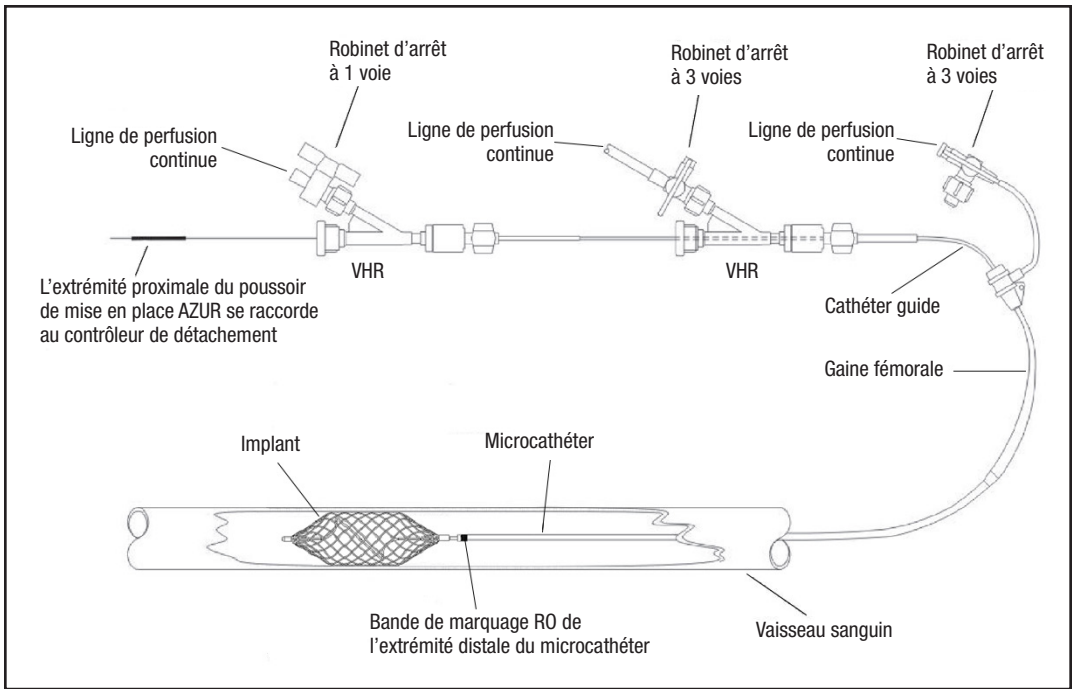

Figure 1 - Schéma de la configuration du système AZUR
1. Consulter la Figure 1 pour le schéma de la configuration.